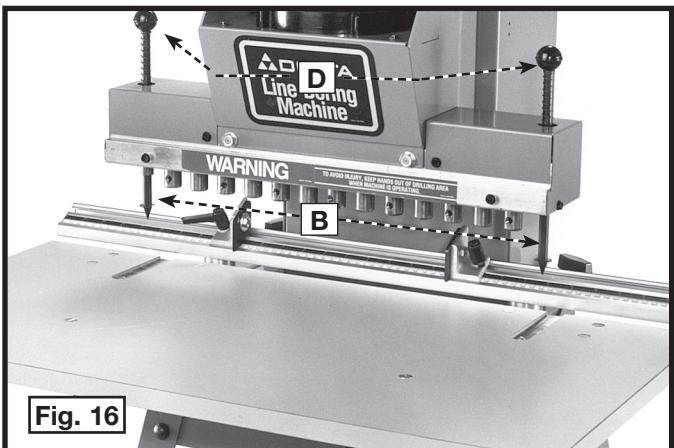

Fig. 16
3. Réinstallez les boutons (D), fig. 16, sur l'extrémité des boulons index (B).